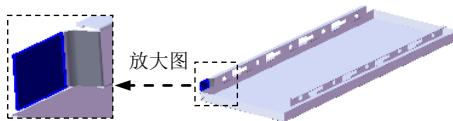
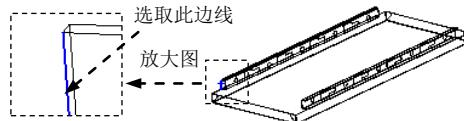

图 17.9.66 创建边线一法兰 16
图 17.9.67 定义特征的边线
Step30. 创建图 17.9.66 所示的边线一法兰 16。
(1) 选择命令。选择下拉菜单**插入(I)** → **钣金(H)** → **边线法兰(E)...**命令，系统弹出“边线法兰”对话框。
(2) 定义特征的边线。选取图 17.9.67 所示的模型边线为生成的边线法兰的边线。
(3) 取消选中**法兰参数(P)**区域中 \square **使用默认半径(U)**复选框，在 Δ 文本框中输入折弯半径值 3.0。
(4) 定义法兰参数。在**角度(G)**区域的 Δ 文本框中输入角度值 65.0。在**法兰长度(L)**区域的下拉列表中选择**给定深度**选项，输入深度值 20.0。在此区域中单击“内部虚拟交点”按钮 \square 。在**法兰位置(N)**区域中，单击“折弯在外”按钮 \square 。
(5) 单击 \checkmark 按钮，完成边线一法兰 16 的创建。